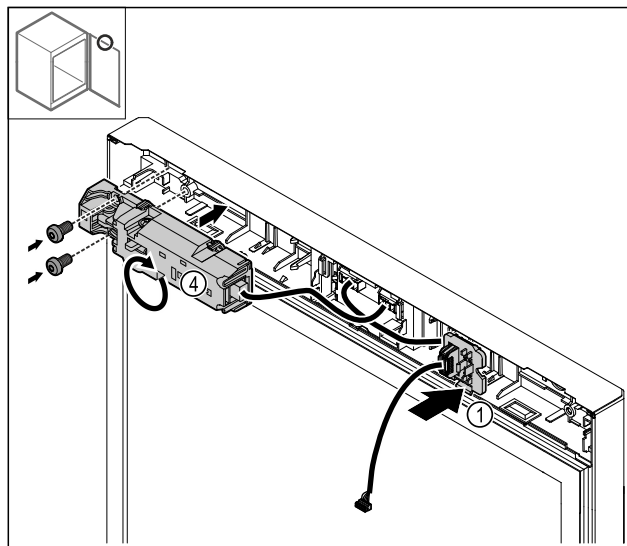

Fig. 29
- Encajar el soporte de la clavija Fig. 29 (1) en el lado opuesto.
- Girar la cerradura eléctrica Fig. 29 (4) 180° y fijar en el lado opuesto.